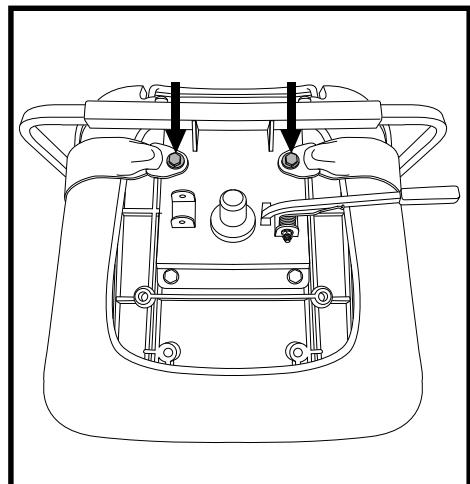

Abb. 29. Befestigungsschrauben des Rückhaltegurts
2. Sitz umdrehen, um die Unterseite einzusehen. Siehe Abb. 29.